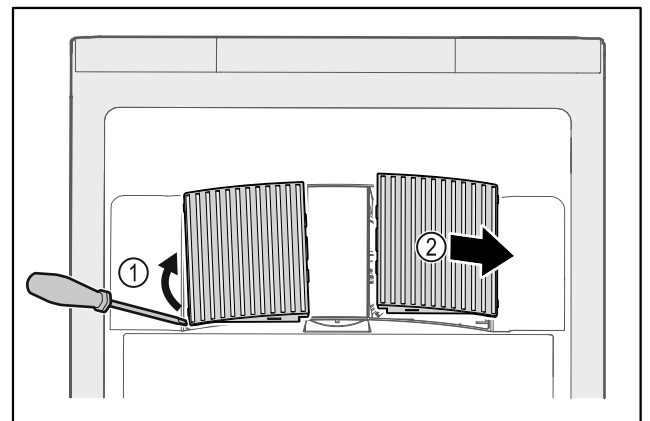

Fig. 144
- ▶ Väännä tuulettimen suojukset varovasti sivulta pois paikaltaan *Fig. 144 (1)* ja poista suojukset etukautta *Fig. 144 (2)*.